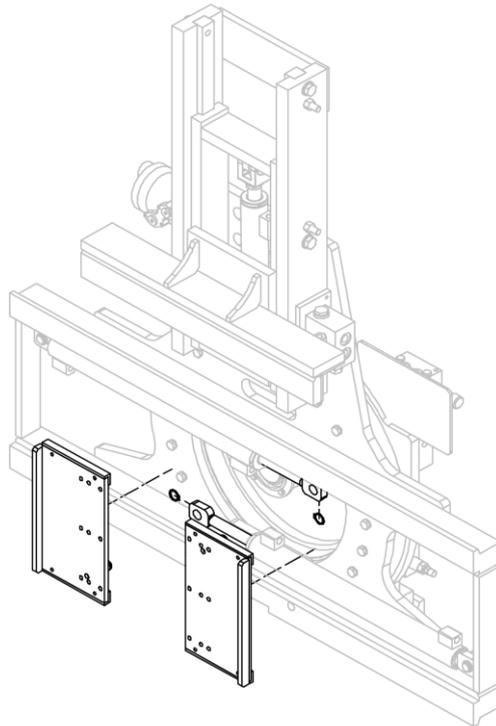

Abbildung 34
- Entfernen Sie die Gummiringe, welche die Scheiben der Gabelzinken an die Zylinder befestigen, und bauen sie die Scheiben aus (siehe *Abbildung 34*).